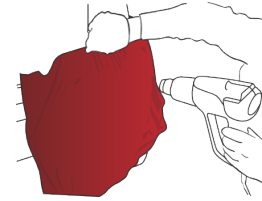

Abbildung 14
- › Danach auf 40 °C bis 50 °C erwärmen (Abb. 14) und rakeln.